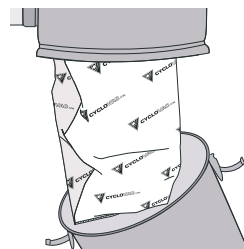

figura 22
1. Para acceder a la bolsa, deshacer los dos ataderos y quitar el depósito del aparato (**figura 22**)